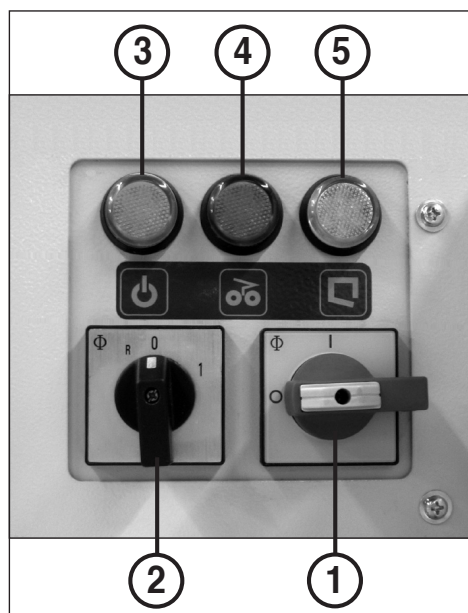

fig. 7
1. Ligar o interruptor principal (1) (posição “1”).
2. Pôr o interruptor giratório (2) na posição “1” (fig. 7).
ELEMENTOS DE MANEJO (Fig. 7):
Indicação: Com cada ligação da máquina é reiniciado automaticamente o relé multifuncional. Devido a isto piscam durante alguns segundos as duas luzes de controlo 4 e 5 (fig. 7).